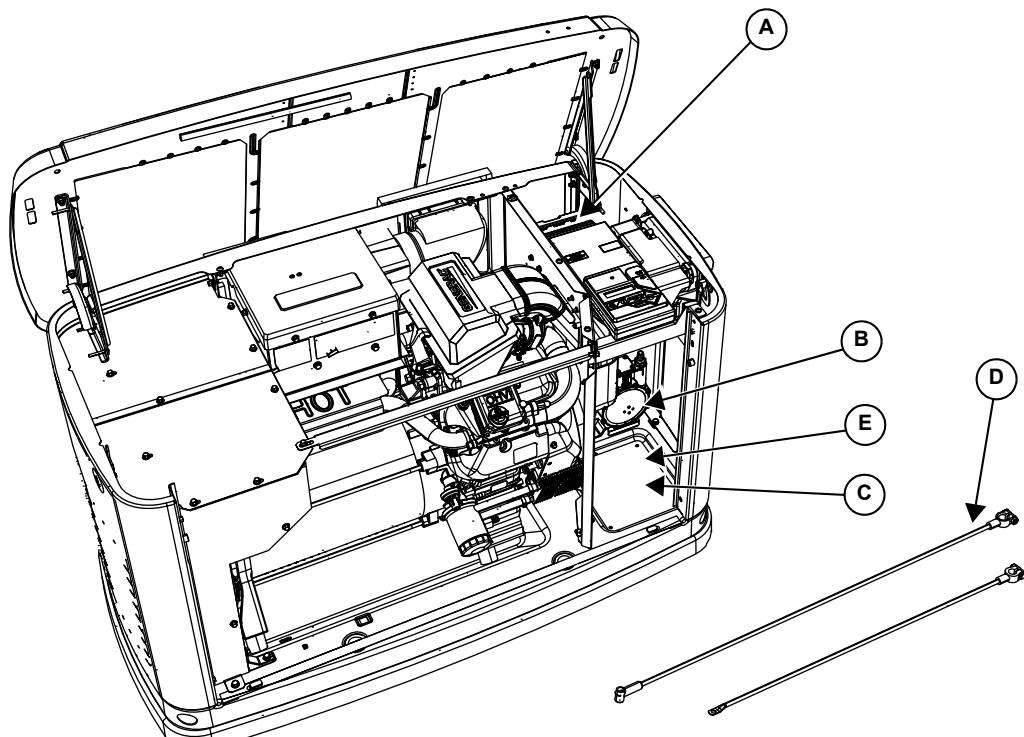

Figura 2-6. Zona de conexiones del cliente y ubicación de las piezas sueltas
- 11.** La **Figura 2-6** ilustra lo siguiente: